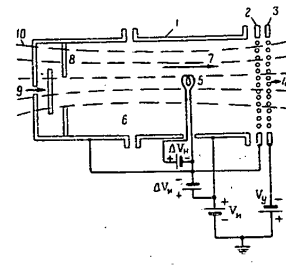

Рис. 1. Принципиальная схема ионного двигателя.
На рис. 1 приведена принципиальная схема ионного двигателя. В качестве рабочего тела используются пары ртути. Ионизация этих паров, выходящих через отверстие (2), достигается путем бомбардировки этих паров быстрыми электронами (20—100 в), испускаемыми нитью накала (5). Сетка накала (2), распределитель (3) и отрицательный кончик нити накала имеют одинаковый потенциал и поэтому перемещение электронов вдоль оси ионной камеры не происходит. Параллельно оси камеры создается магнитное поле (10), препятствующее проникновению быстрых электронов к стенкам рабочего тела. Часть образовавшихся в результате этого столкновения ионов проходит через сетку ионной камеры (2) и ускоренная электродами (3), образует пучок (4). Вылетающий из ионной камеры (6) поток ионов создает реактивную тягу.